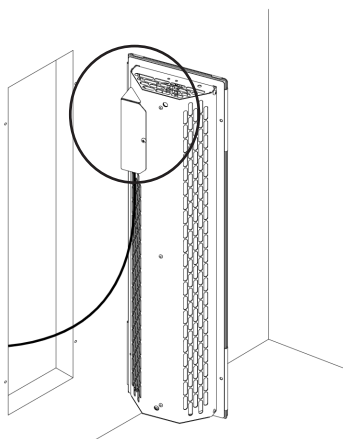
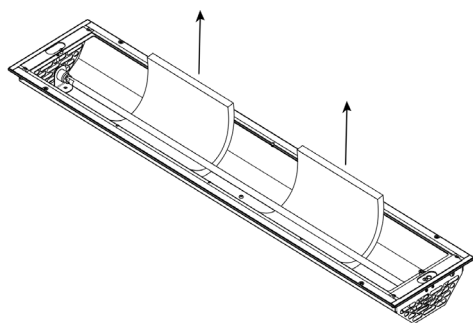

Fig. 2: Morsettiera dell'irradiatore in alto
Fig. 5: Rimuovere protezione per il trasporto
- Per il corretto funzionamento del fusibile termico, in caso di montaggio verticale (ad es. irradiatore posteriore) la morsettiera dell'irradiatore deve trovarsi in alto (vedi **Fig. 2**).
Osservare **Fig. 2 e Fig. 5.**